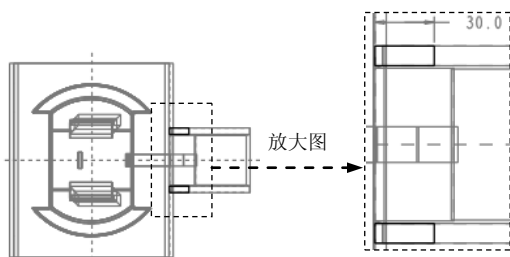

图 27.46 截面草图
Step9. 创建实体切削特征 4。单击 **模具** 功能选项卡 **形状** 区域中的  按钮, 此时系统弹出“拉伸”操控板; 在操控板界面中按下  按钮; 右击, 从系统弹出的菜单中选择 **定义内部草绘...** 命令; 在系统弹出的“草绘”对话框中单击 **使用先前的** 按钮; 进入截面草绘环境后, 选取 MOLD_FRONT 基准平面和 MOLD_RIGHT 基准平面为草绘参考, 利用“投影”命令绘制图 27.46 所示的截面草图。完成特征截面的绘制后, 单击“草绘”操控板中的“确定”按钮 ; 选取深度类型并输入深度值: 在操控板中选取深度类型  (即“穿透所有”); 在“拉伸”操控板中单击  按钮, 完成特征的创建。